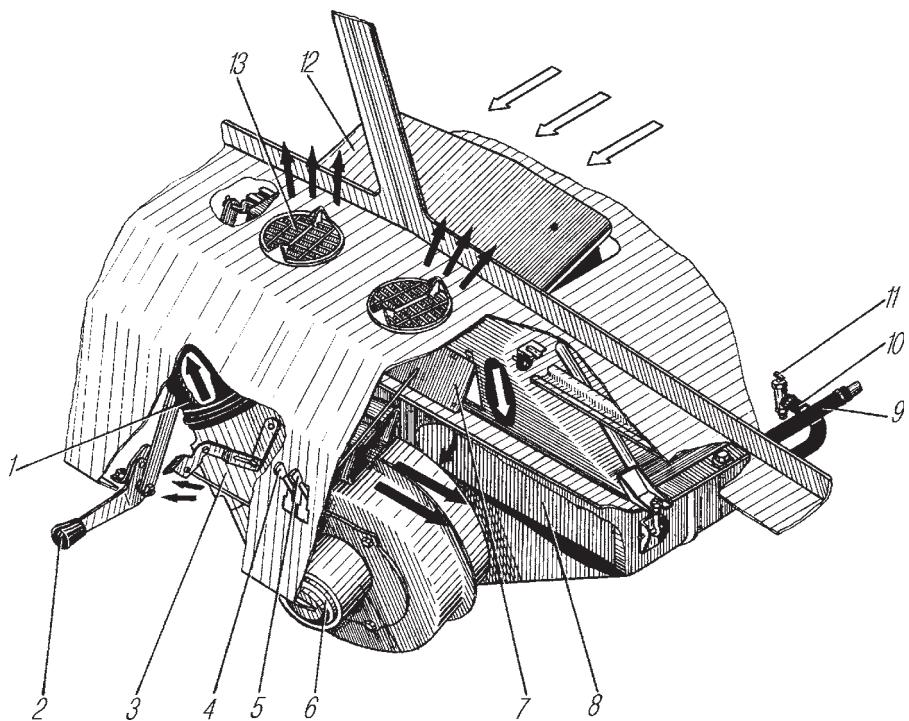

Рис. 100. Схема действия отопителя кабины и обдува ветрового стекла:
**Обогрев кабины.** Кабина обогревается воздухом, нагретым в отопителе, который включен в систему охлаждения двигателя. Поступление воздуха снаружи к радиатору отопителя регулируется с помощью крышки 12 (рис. 100) наружного люка и из кабины крышкой 7 внутреннего люка. При включенном вентиляторе отопителя нагретый воздух попадает в распределитель 3 воздухообогрева, откуда посредством управляемых заслонок распределяется по кабине.